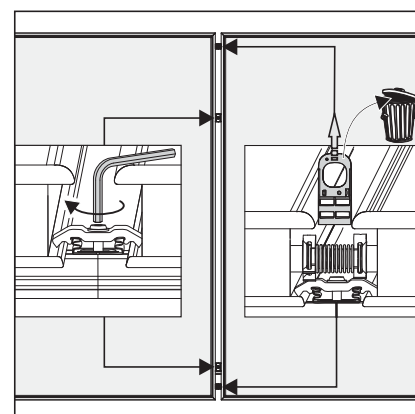

Figura 3-22 Atornillar firmemente los terminales de apriete dobles entre los colectores y retirar los soportes de montaje de los compensadores.
5. Atornillar firmemente los terminales de apriete dobles entre los colectores y retirar los soportes de montaje de los compensadores (figura 3-22).